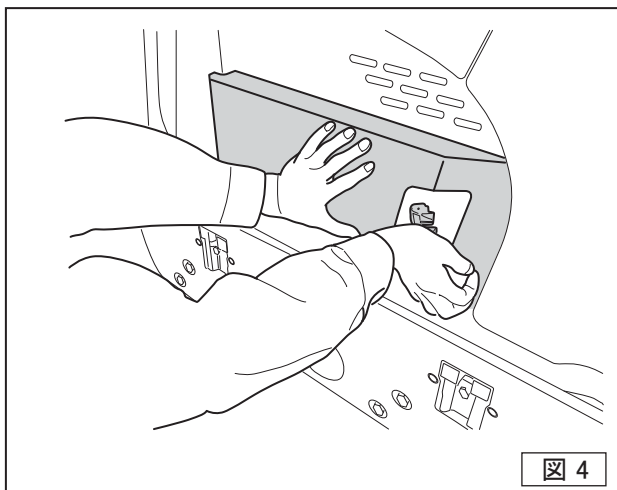

図 4
- サイドカバーを閉める時、サイドカバーを押しながらラッチハンドルを手の平で押しロックしてください。ロックが不十分な場合、部品破損の原因となる恐れがあります。(図4)